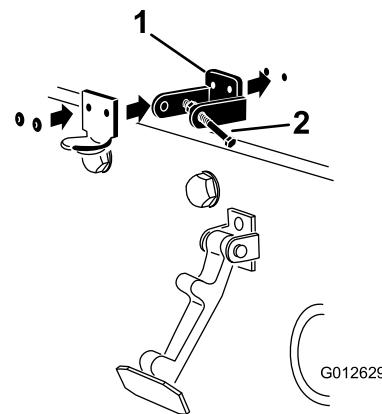

Figura 7
3. Alineando los taladros de montaje, coloque el cierre de seguridad para CE y el cerradero sobre el capó. El cierre de seguridad debe estar en contacto directo con el capó (Figura 7).
5. Remache el seguro de cierre, el cerradero y las arandelas al capó (Figura 7).